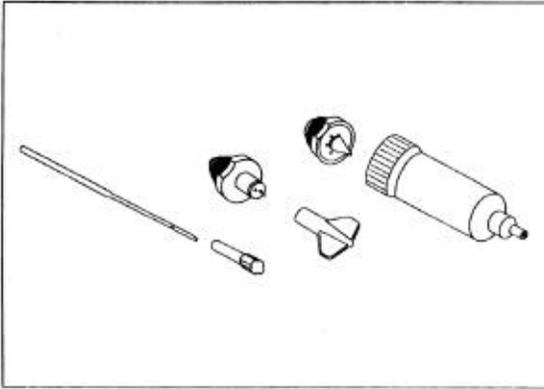

Fig. 7
Para desmontar o bico, utilize a chave especial fornecida com o equipamento (fig. 7) que permite um aperto leve, apenas suficiente para evitar vazamentos. Tomar cuidado para evitar aperto excessivo que pode danificar as roscas de plástico.
2. Para soltar a parte frontal da agulha utilize a chave que acompanha a pistola (fig. 7). Tomar cuidado especialmente com as superfícies de assento cônicas do bico e da agulha.